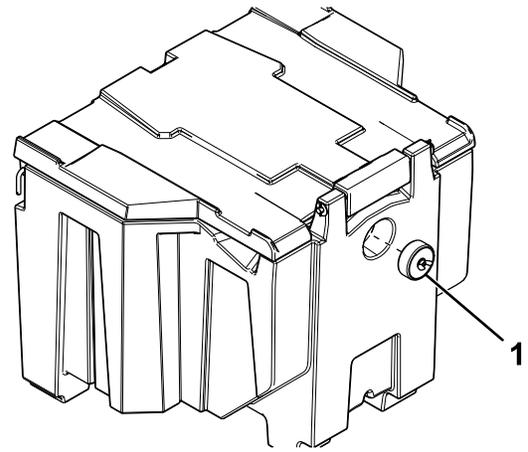

Bild 20
5. Setzen Sie den Stopfen der Streuerbox in der Öffnung der Schnecke ein (Bild 20).